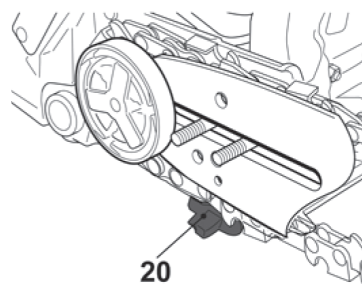

Fig. 6
- > Asegúrese de que la cadena esté colocada por encima del colector de la cadena. (20) (Fig. 6).